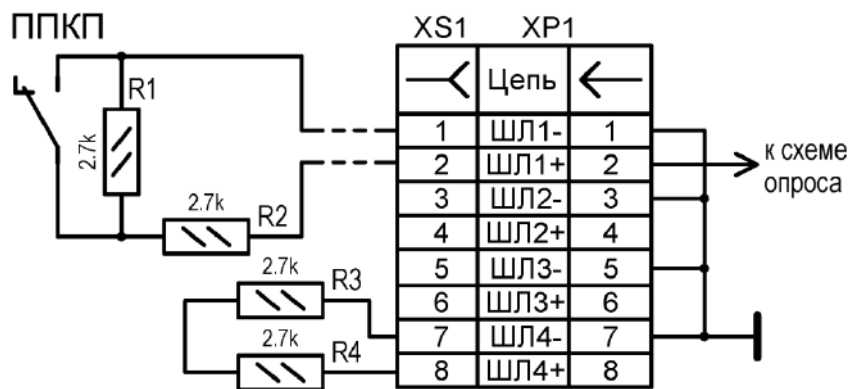

Рис. 1.6 Подключение шлейфа тревоги к входу (ШЛ1) и заглушение неиспользуемого входа (ШЛ4)
- при наличии гальванической развязки выхода ППКП ("сухой" контакт, см. Рис. 1.6) **не следует** заземлять линию "ШЛ1-" со стороны ППКП, так как это приведет к протеканию выравнивающих потенциалы токов, которые, в свою очередь, будут формировать напряжение помехи на входе *устройства*;
В исполнении шлейфов для всех входов, в том числе и для неиспользуемых¹, должны быть предусмотрены резисторы номиналом 2,7 кОм как это показано на Рис. 1.6. Резисторы в шлейфе, подключенном на рисунке к входу ШЛ1, устанавливаются в непосредственной близости от прибора-источника сигнала тревоги